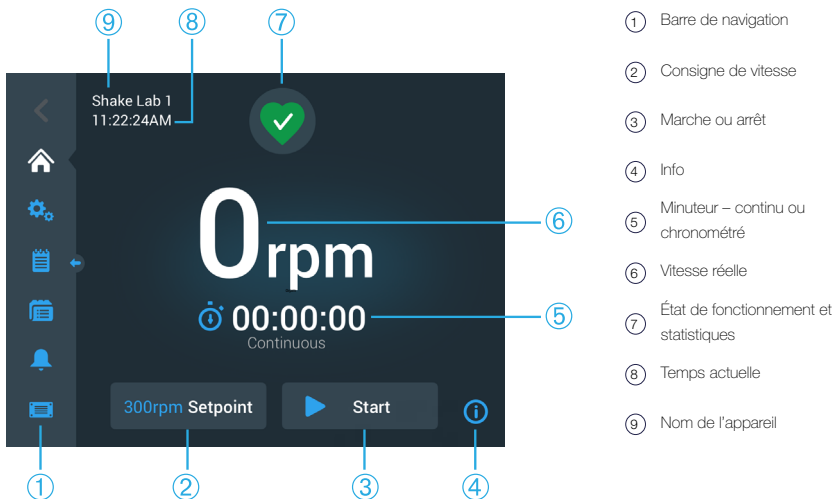
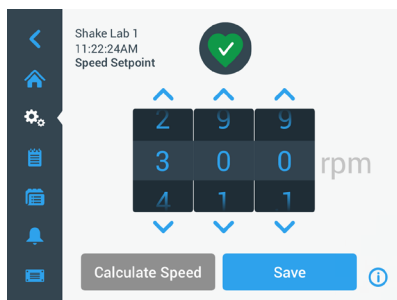
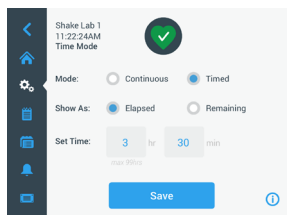
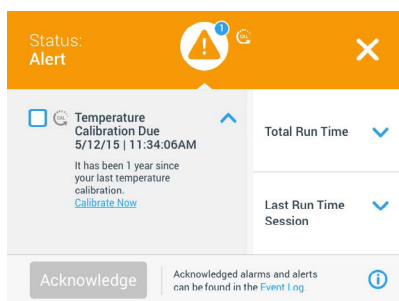

Figure 31 : Écran d'accueil de l'interface graphique d'un agitateur ouvert
Figure 33 : Consigne de vitesse
Figure 37 : Choisir le mode d'affichage du temps
Figure 41 : Liste des alertes
L'écran d'accueil d'un agitateur ouvert ressemble à l'exemple représenté dans la Figure 31.
1. Appuyer n'importe où dans le champ **Vitesse réelle** (⑥ sur la Figure 31 ou ⑦ sur la Figure 32) pour accéder à l'écran **Consigne de vitesse** représenté sur la Figure 33.
1. Appuyer sur le champ **Temps** (⑤ sur la Figure 31 et la Figure 32) pour ouvrir l'écran Mode d'affichage du temps, représenté sur la Figure 37.
Si l'agitateur est en bon état, l'écran tactile affiche une icône du cœur vert dans la zone État de fonctionnement et statistiques (📍 sur la Figure 31 et 📍 sur la Figure 32). Taper sur l'icône du cœur vert, pour ouvrir l'écran d'état. L'écran d'état fournit des informations statistiques de fonctionnement de l'agitateur, y compris les heures d'agitation et les heures de fonctionnement au total et pour la dernière session. Les agitateurs à température contrôlée affichent en plus les heures de refroidissement ou de chauffage.
Lorsqu'une alerte est émise, l'écran tactile affiche une barre jaune de type téléscripateur en haut de l'écran actuel. De plus, une alarme sonore retentit. La barre d'alerte jaune de type téléscripateur disparaît après avoir affiché son message deux fois. Seul le triangle jaune indique qu'une ou plusieurs alertes existent pour l'agitateur. L'icône en forme de triangle est dotée d'un cercle bleu au cadre blanc qui affiche le nombre d'alarmes actives. Appuyer sur l'icône en forme de triangle dans la zone Info et état de fonctionnement (📍 sur la Figure 31 et 📍 sur la Figure 32) ouvre un écran affichant toutes les alertes actuellement actives. La dernière alerte apparaît sous forme élargie pour vous permettre d'afficher tous les détails, comme représenté sur la Figure 41. Vous pouvez parcourir la liste et appuyer sur n'importe quel élément pour le développer et en savoir plus.
Lorsqu'une alarme est émise, l'écran tactile affiche une barre rouge en haut de l'écran actuel. La zone Info et état de fonctionnement (⑦ sur la Figure 31 et ⑧ sur la Figure 32) affiche une sonnette d'alarme rouge entourée d'ondes sonores. De plus, une alarme sonore retentit en permanence.